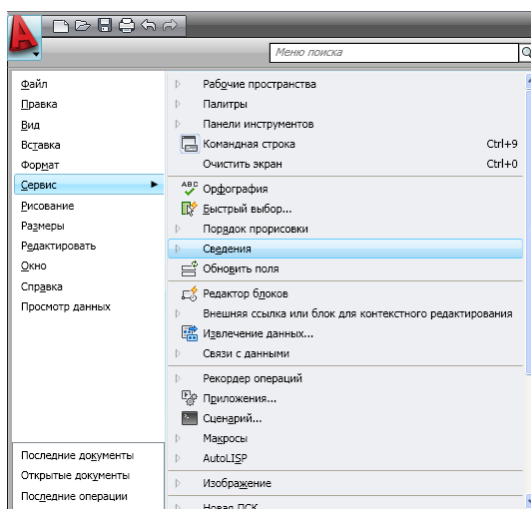

Рис. 5
- *браузер меню* – это специальное окно, раскрывающееся после щелчка левой кнопкой мыши по значку  в левом верхнем углу окна AutoCAD. В окне *браузера* в левом столбце показаны имена всех меню, а справа – состав выбранного меню *Сервис* (рис.5).